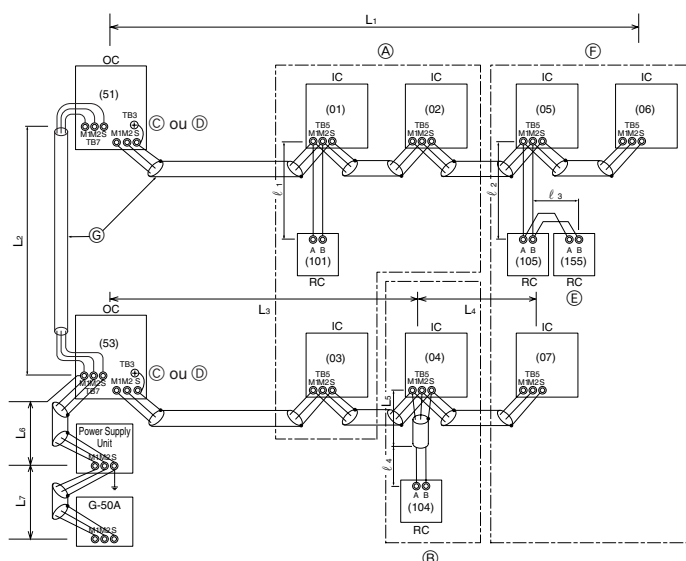

Fig. 6-2
- **Controlo Remoto M-NET (Fig. 6-2)**